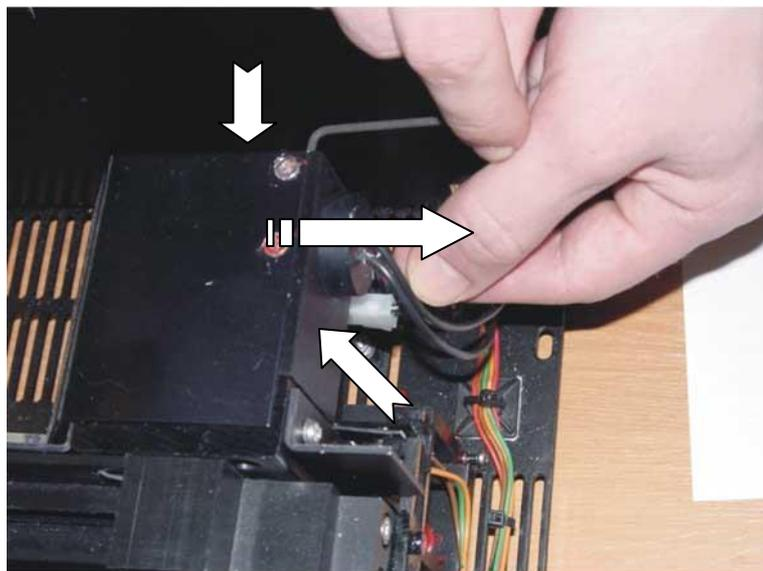

Рис. 5
5. Специальным ключом (Г-образный шестигранник) освободите крепление лампы, отсоедините разъем питания и выньте её (Рис. 5):